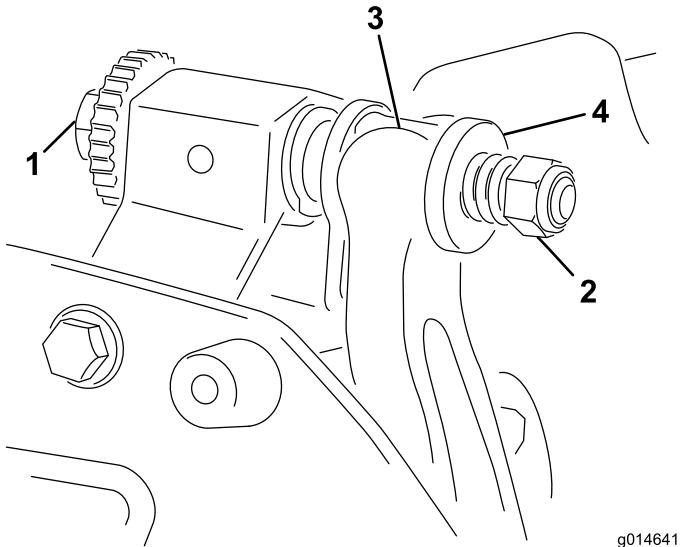

Figura 19
1. Gire el tornillo de ajuste de la barra de asiento en sentido antihorario para alejar la contracuchilla del molinete (Figura 19).
2. Afloje la tuerca de tensado del muelle hasta que el muelle deje de presionar la arandela contra la barra de asiento (Figura 19).